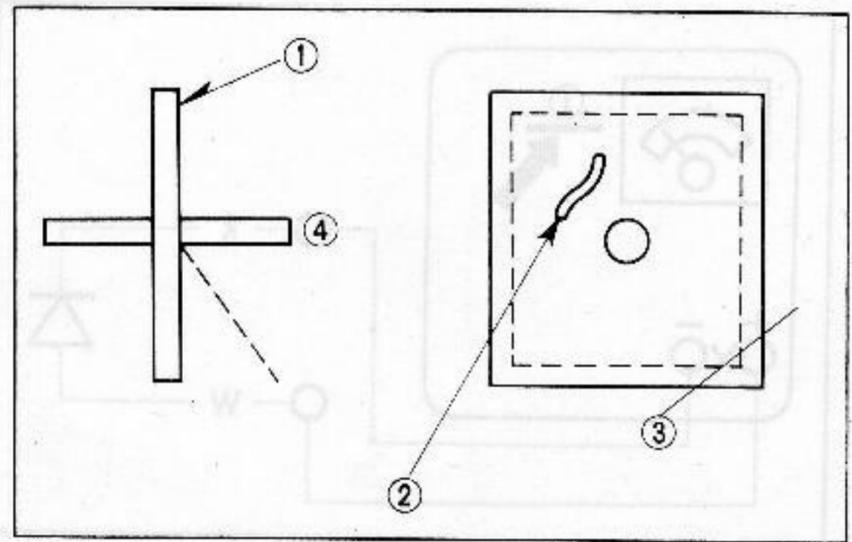

Abb. 5.22 Beschädigungen der Selenschicht
- (1) Die Selengleichrichterplatten dürfen nicht durch Risse oder Kratzer beschädigt werden. (Abb. 5.22)